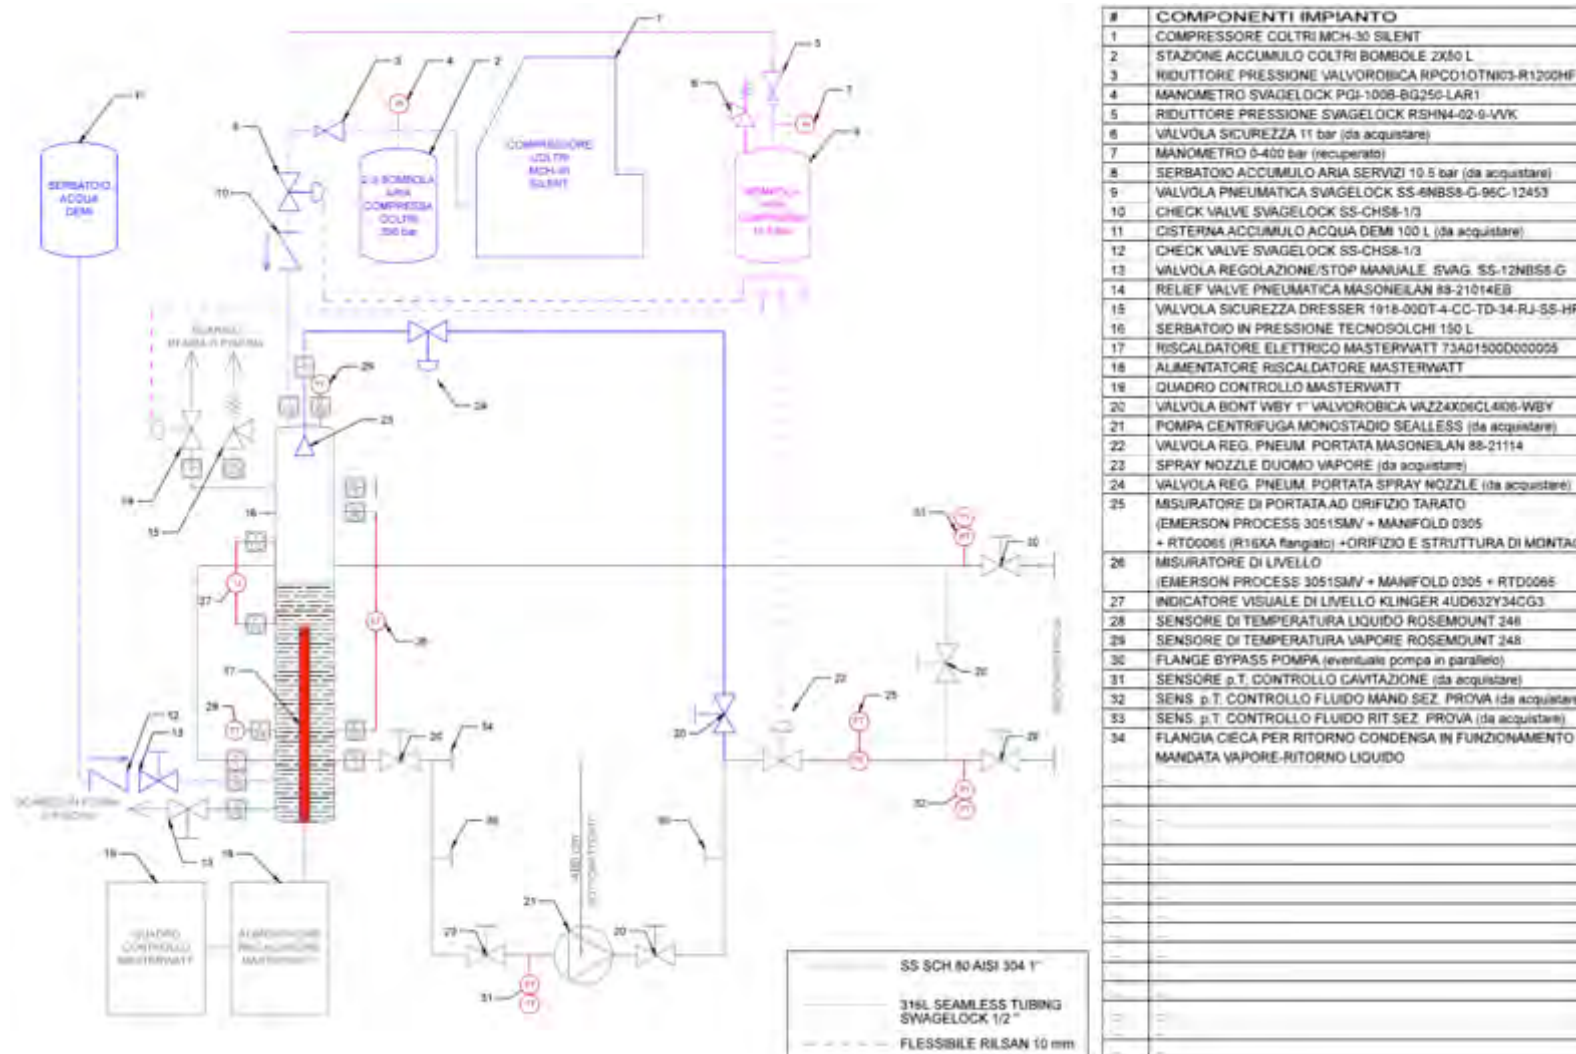

Fig. 13 - Schema logico di connessione dei componenti del loop termoidraulico SWINGER in configurazione "CIRCUITO LIQUIDO SATURO"
- **CIRCUITO LIQUIDO SATURO** (Fig. 13): l'acqua in pressione prelevata alla base del serbatoio è condotta in ingresso alla pompa che alimenta un circuito monofase liquido; a valle dell'utilizzo sperimentale dell'acqua satura, essa viene reintrodotta al serbatoio in condizioni di temperatura e pressione pressoché invariate.